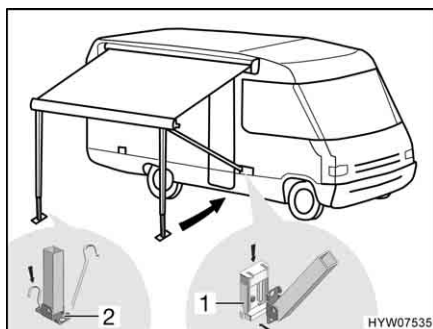

Fig. 39 Fissaggio dei montanti di supporto
- Incastrare i montanti di supporto nei supporti (Fig. 39,1) sul veicolo oppure fissarli sul terreno con dei puntelli (Fig. 39,2).